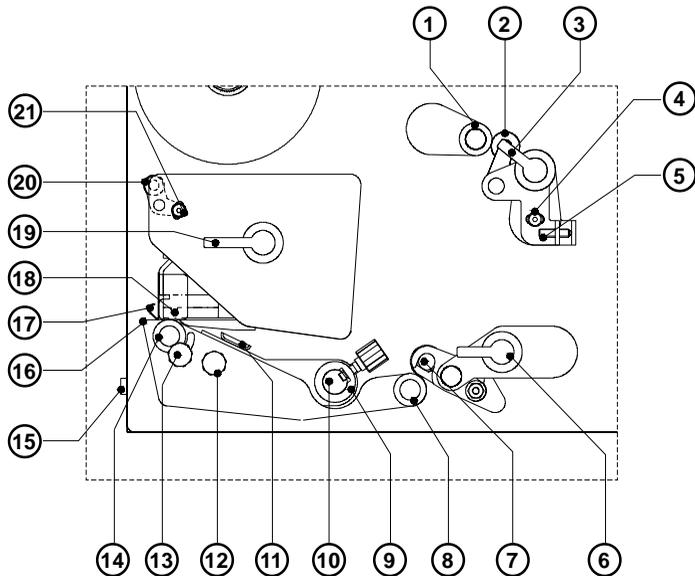

Bild 4f Detailansicht Druckmechanik Hermes 4F/5F
- 11 - Druckmechanik (s. Bild 4f)
- 12 - Druckmechanik (s. Bild 4f)